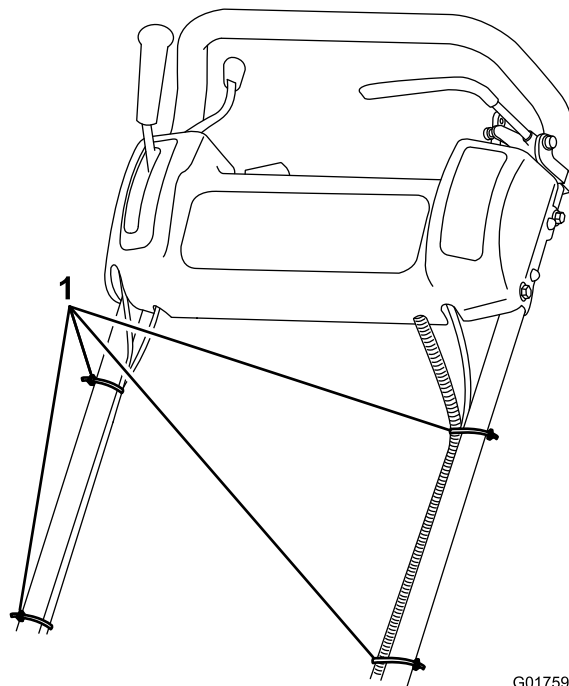

Рисунок 5
- Кабельными стяжками прикрепите тросики и жгут проводов к ручке (Рисунок 5).